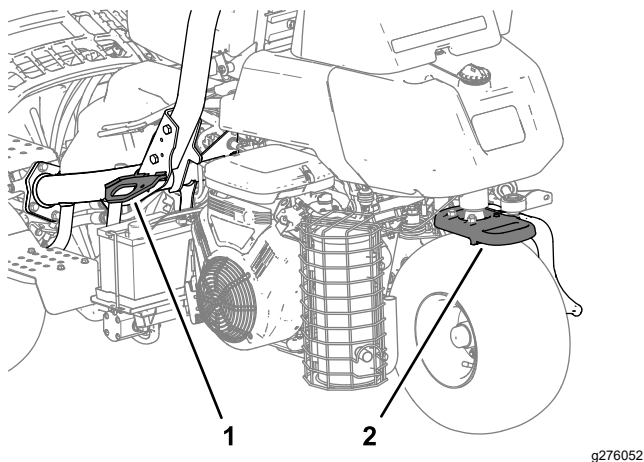

Figure 28
- Arrimez solidement la machine au moyen de sangles, chaînes, câbles ou cordes. Les sangles avant et arrière doivent être dirigées vers le bas et l'extérieur de la machine (Figure 28).